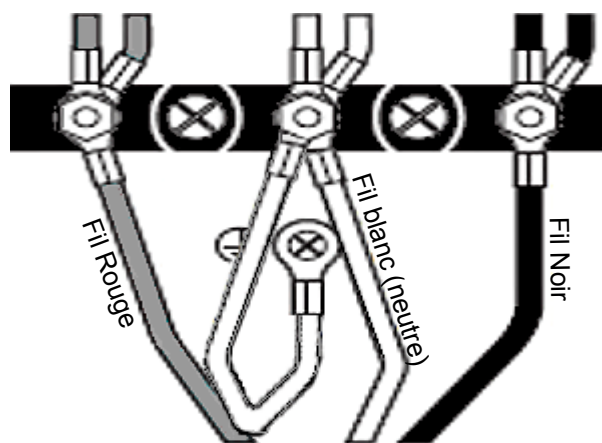

Figure 18: Connexion à trois fils
3. Fixez le fil neutre mis à la terre du circuit d'alimentation au plot central (de couleur argent) du bloc de jonction (consultez la *Figure 18*).